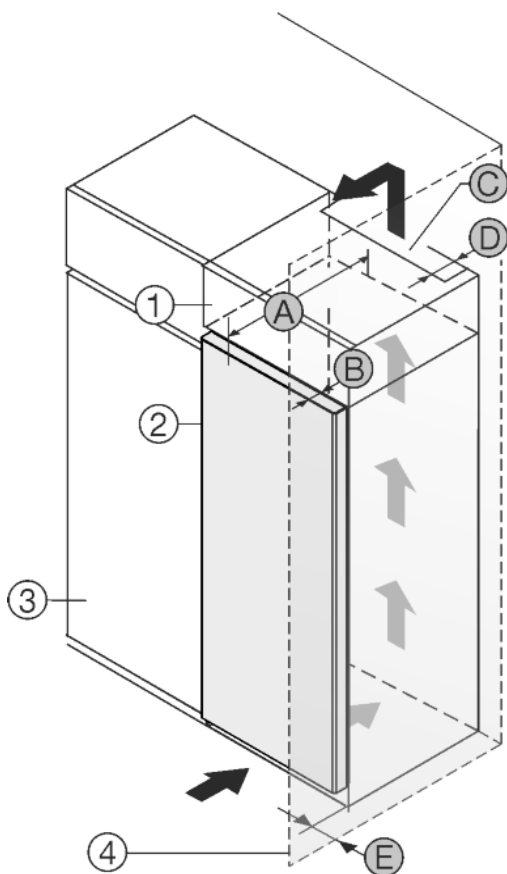

Fig. 28
Das Gerät kann mit Küchenschränken umbaut werden. Um das Gerät *Fig. 28 (2)* der Küchenzeilenhöhe anzugleichen, kann über dem Gerät ein Aufsatzschrank *Fig. 28 (1)* angebracht werden.
Das Gerät kann direkt neben dem Küchenschrank *Fig. 28 (3)* aufgestellt werden. Um die Tür vollständig öffnen zu können, muss das Gerät um die Tiefe *Fig. 28 (B)* gegenüber der Küchenschrankfront vorstehen. Abhängig von der Tiefe der Küchenschränke und Verwendung von Wandabstandshaltern kann das Gerät weiter herausragen.
- An der Rückseite des Aufsatzschrankes muss ein Abluftschacht mit der Tiefe *Fig. 28 (D)* über die gesamte Aufsatzschrankbreite vorhanden sein.
- Unter der Raumdecke muss der Entlüftungsquerschnitt *Fig. 28 (C)* eingehalten werden.
Wenn das Gerät mit den Scharnieren neben einer Wand *Fig. 28 (4)* aufgestellt wird, muss der Abstand *Fig. 28 (E)* zwischen Gerät und Wand eingehalten werden.